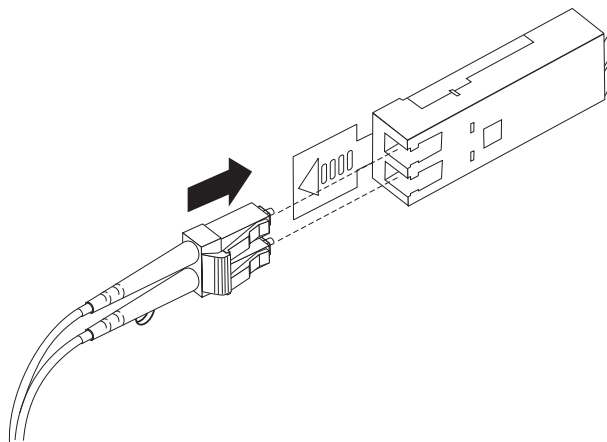

図 29. LC-LC ファイバー・チャンネル・ケーブルの SFP モジュールへの挿入
4. 保護キャップを外した LC-LC ケーブルの開口端を、ストレージ・サブシステムに取り付けられた SFP モジュールに慎重に挿入します。ケーブル・コネクタには、正しくインストールされるようにキーが付いています。49 ページの図 29 に示すように、コネクタを持ったまま、所定の位置でクリック音がするまでケーブルを押し込みます。